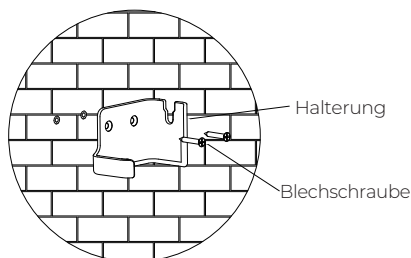

Abb. 3-14-4
- Befestigen Sie die Halterung an der Wand und ziehen Sie die beiden Blechschrauben mit einem Kreuzschlitzschraubendreher in den Dübeln fest. Siehe Abb. 3-14-4.